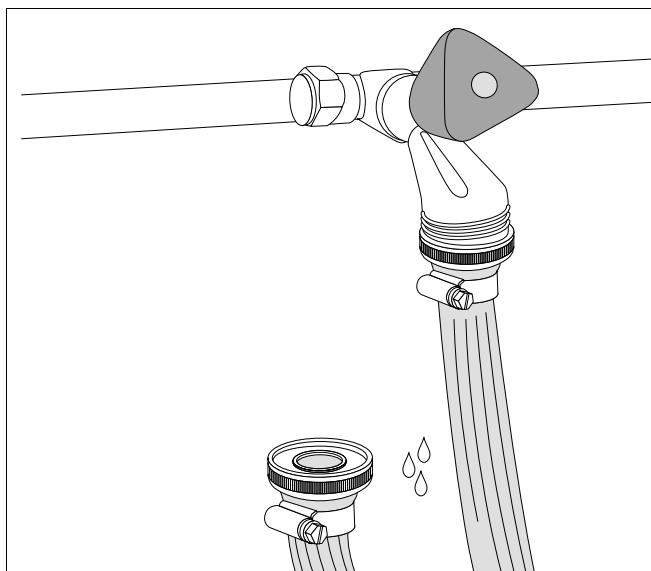

Bild 65 Fyll slangen
- Anslut slangen till vattenanslutningen och fyll den med vatten (bild 65). Se till att det inte finns någon luft kvar i slangen.
- Anslut slangen till påfyllnings- och tappningskranen (bild 65).